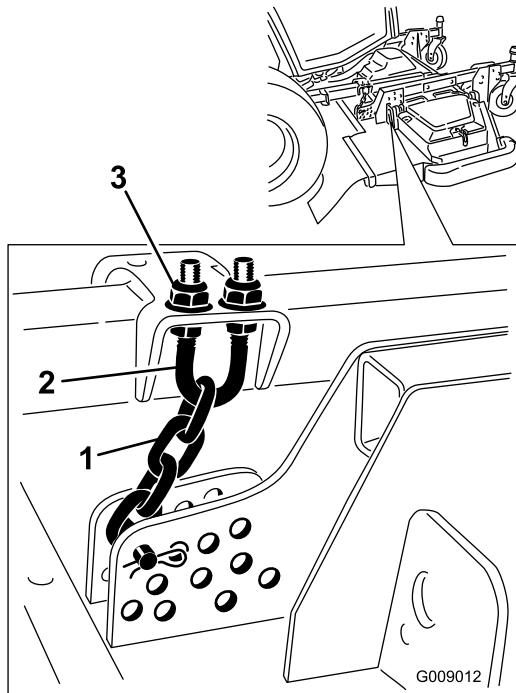

Figure 95
- Desserrez les écrous de blocage en haut ou en bas de l'étrier fileté de la chaîne de hauteur de coupe (Figure 95).